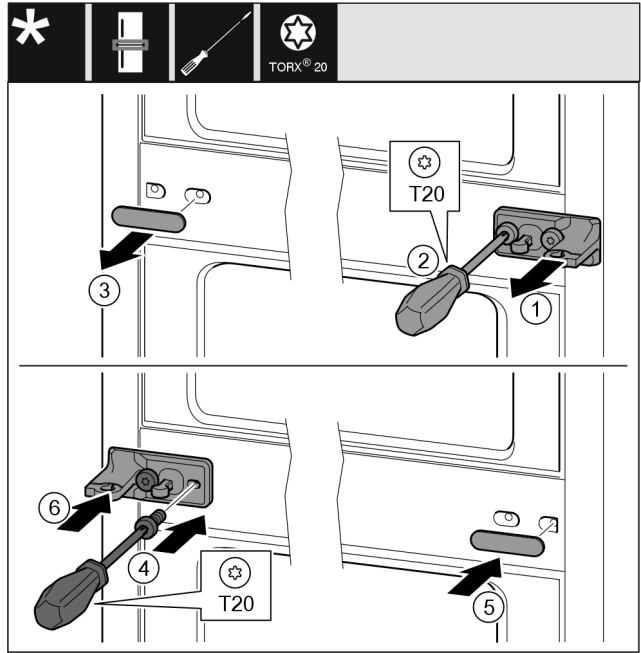

Fig. 13
- Retirer la rondelle Fig. 13 (1).
- Retirer les vis Fig. 13 (2) avec un tournevis.
- Retirer le cache Fig. 13 (3) avec précaution.
- Visser fermement le support de palier avec film Fig. 13 (4) tourné de 180° de l'autre côté.
- Installer le cache Fig. 13 (5) tourné de 180° de l'autre côté.
- Insérer la rondelle Fig. 13 (6).